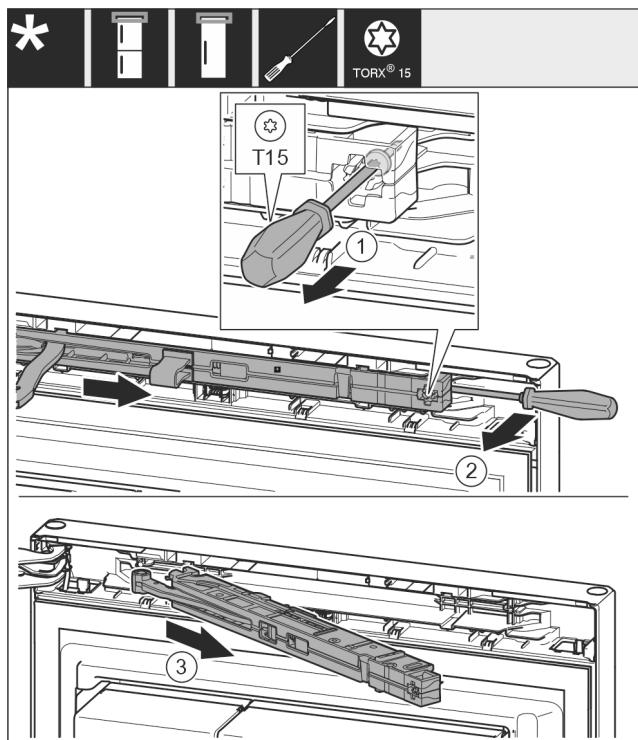

Fig. 11
- ▶ Schroef Fig. 11 (1) op sluitdemperunit met een schroevendraaier 14 mm losdraaien.
- ▶ Hef de sluitdemperunit Fig. 11 (2) aan de greepzijde naar voren met een schroevendraaier.
- ▶ Sluitdemperunit Fig. 11 (3) uittrekken.